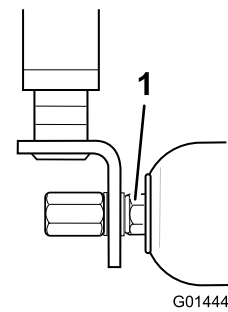

Bild 79
2. Ziehen Sie bei einer zu starken Bewegung die Muttern an jedem Ende der Rolle mit einem Schraubenschlüssel gerade so weit an, um ein Spiel am Ende zu entfernen (Bild 79).